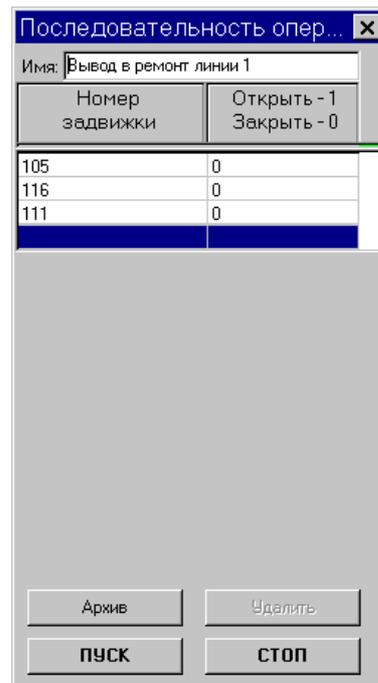

Рис. 34
1.1.4 Нажатием на строке в списке осуществляется выбор нужной последовательности. При этом строка выделяется цветом. Двойное нажатие на выделенную строку автоматически вызывает экран **СИКН** с окном **Последовательность** (Рис. 34).